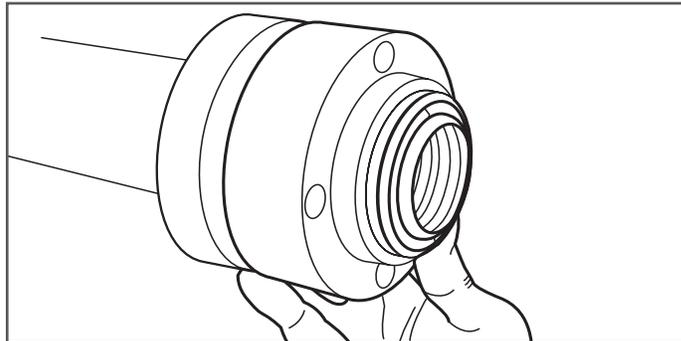

Figure 7-20
21. Faites glisser la partie arrière et la partie centrale du raccord dans le sens contraire jusqu'à ce que les bagues fendues soient recouvertes par le raccord (Figure 7-20).